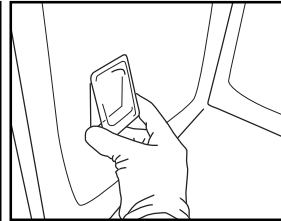

Fig. 7
5. Volte a colocar a cobertura da lâmpada e empurre-a contra a parede para que encaixe correctamente (Fig. 7).